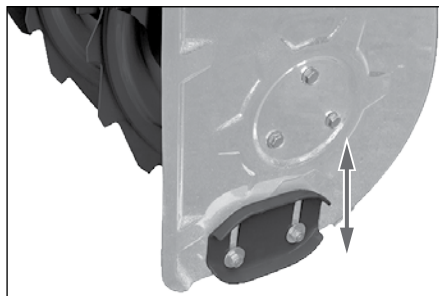

Рис. 17
1. Расстояние между нижней частью ковша и поверхностью может быть отрегулировано путем перестановки полозьев (рис. 17).